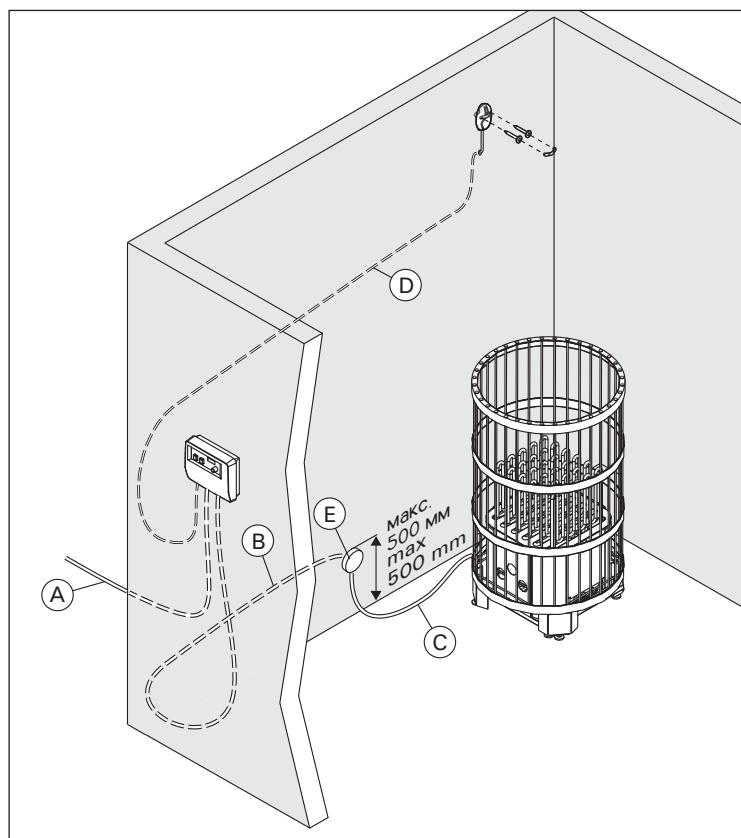

Рис. 4. Кабели
- Каменка полустационарно подсоединяется к соединительной коробке (рис. 4: E) в стене сауны. Соединительная коробка должна быть брызгозащищенной и находиться на расстоянии не более 500 мм от пола.
- В качестве кабеля (рис. 4: C) следует использовать резиновый кабель типа HO7RN-F или подобный.